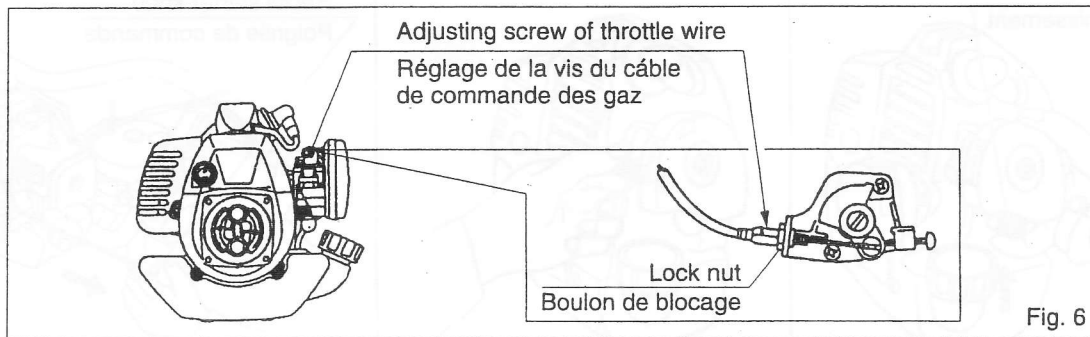

Fig. 6
- (2) Adjustment of the throttle wire (Fig. 6)
- (2) Réglage du câble de comande des gaz (Fig. 6)